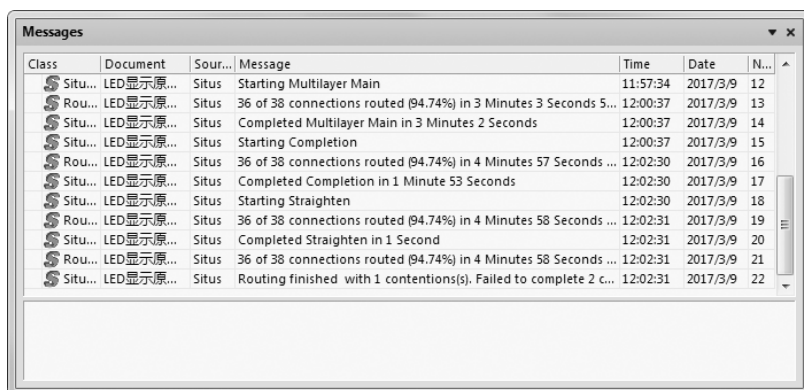

图 9-47 “Messages” 面板
(1) 选择菜单栏中的“自动布线”→“Auto Route”（自动布线）→“全部”命令，系统将弹出“Situs 布线策略”（布线位置策略）对话框。在该对话框中可以设置自动布线策略。
(2) 选择一项布线策略，然后单击“Route All”（布线所有）按钮即可进入自动布线状态。这里选择系统默认的“Default 2 Layer Board”（默认双面板）策略。布线过程中将自动弹出“Messages”（信息）面板，提供自动布线的状态信息，如图 9-47 所示。由最后一条提示信息可知，此次自动布线全部布通。